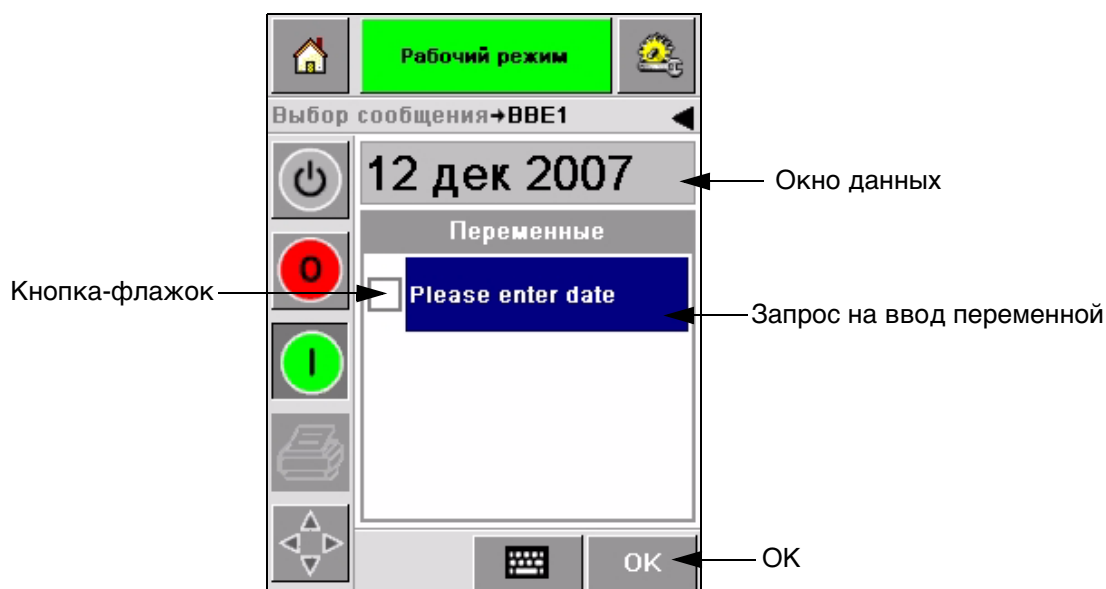

Рисунок 5-7: Переменные поля
Кнопка-флажок рядом с каждым переменным полем показывает его состояние (введено поле или нет). Первоначально при открытии списка переменных все кнопки-флажки не отмечены галочкой. (Рисунок 5-7 на странице 5-6).
В примере на Рисунок 5-7 показано сообщение ВВЕ1, содержащее переменное поле даты (используется для печати срока годности или даты изготовления).
- 1 Если текущее значение даты, показанное в Окне данных вас устраивает, нажмите клавишу ОК (Рисунок 5-7).